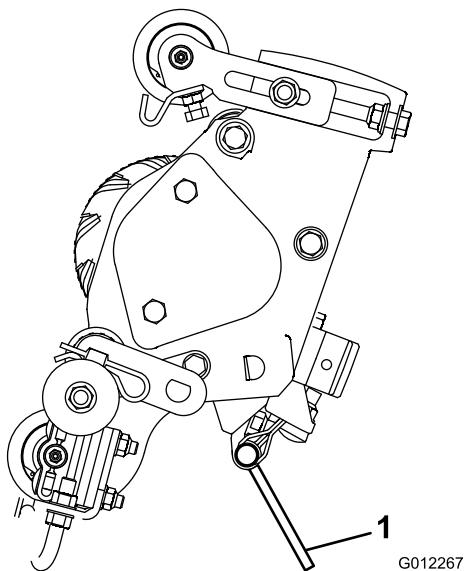

Figura 2
**Nota:** Quando è necessario capovolgere il verticutter per accedere alle lame, servitevi del cavalletto (fornito con la macchina) (Figura 2).